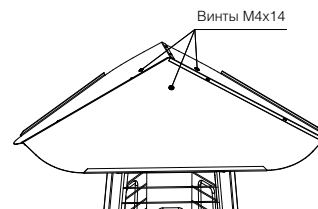

Рис. 11 – Установка козырька
- Установите на дожигатель козырек, закрепите козырек на 3 винта из нержавеющей стали (Рис. 11).